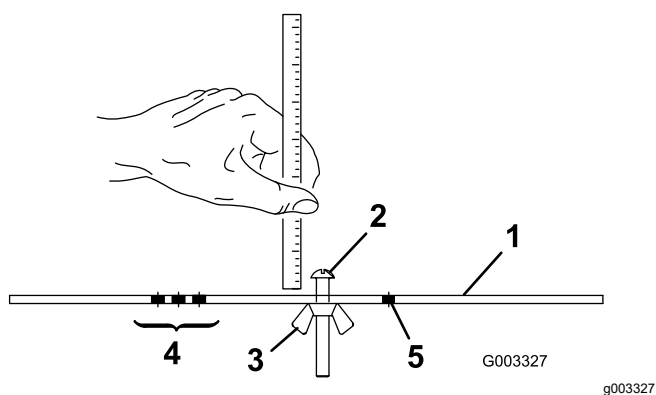

图 16
2. 松开调刀尺上的螺母图 16 并将调节螺丝设定为所需的剪草高度。